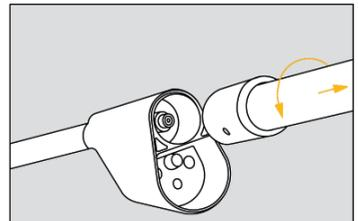

Abb. 2
- Schrauben Sie die Betätigungsstange aus dem Kopfteil. Der Batteriedeckel bleibt durch seinen Verdrehschutz im Kopfteil (Seite 20 / Abb. 2).